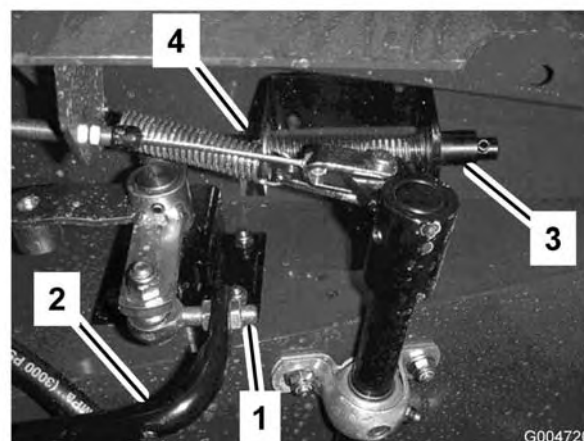

Figura 69
3. Allentate i controdadi sull'estremità dell'asta e regolate la lunghezza dell'asta di trazione (Figura 69) in modo che il pedale tocchi l'arresto del pedale quando la leva della pompa raggiunge il fondo corsa. Fissate i controdadi.
3. Riempite il serbatoio (Figura 69) con 30 litri circa di fluido idraulico; vedere Verifica del fluido idraulico.